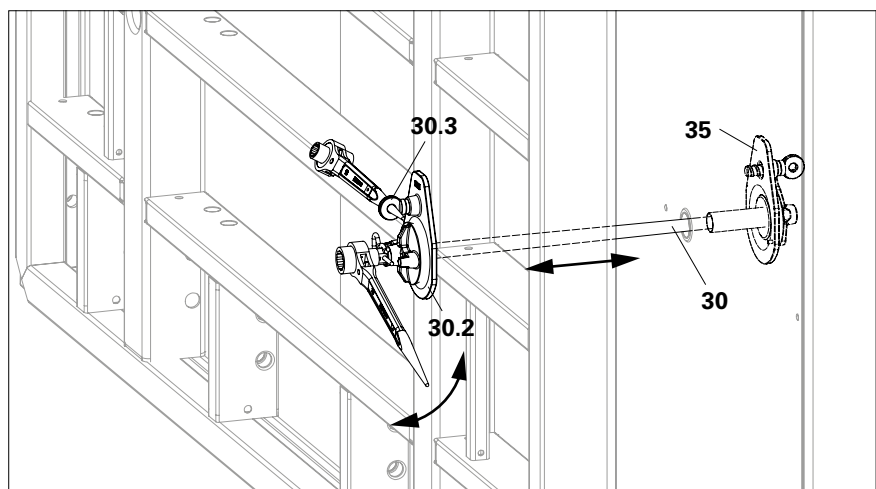

Fig. A5.06
4. Serrer légèrement la vis pointeau (30.3) avec la clé MX 15 (9), la clé d'ancrage MX 15 ou la clé d'échafaudage (57). (Fig. A5.06 ou A5.07a)
1. Desserrer la vis pointeau (30.3) avec la clé d'ancrage (40) ou la clé d'échafaudage (57).
2. Dévisser l'ancrage MX 15 (30) avec la clé MX 15 (9) ou la clé d'ancrage MX 15 (40). (Fig. A5.06 ou A5.07b)